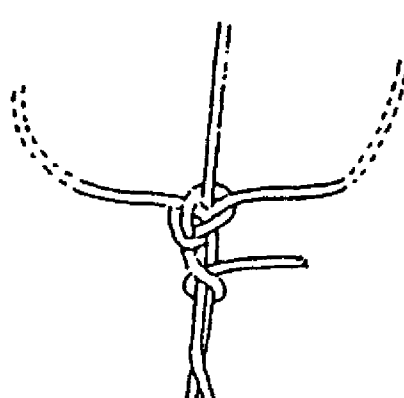

Fig. 3-52-6
- (f) Add a single hitch. (Fig. 3-52-6, 7)